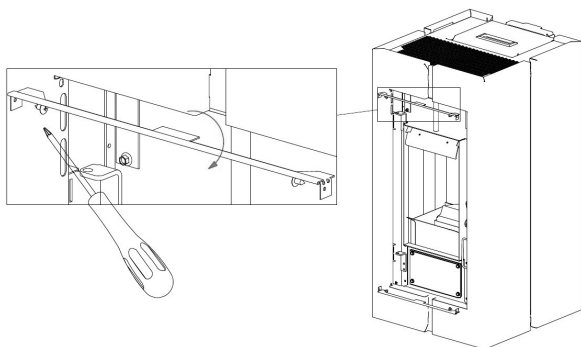

Fig. 54 - Afmontering af lister
- Skru de 4 skruer af og afmonter de sorte lister over og under lågen (vedi **Fig. 54**).